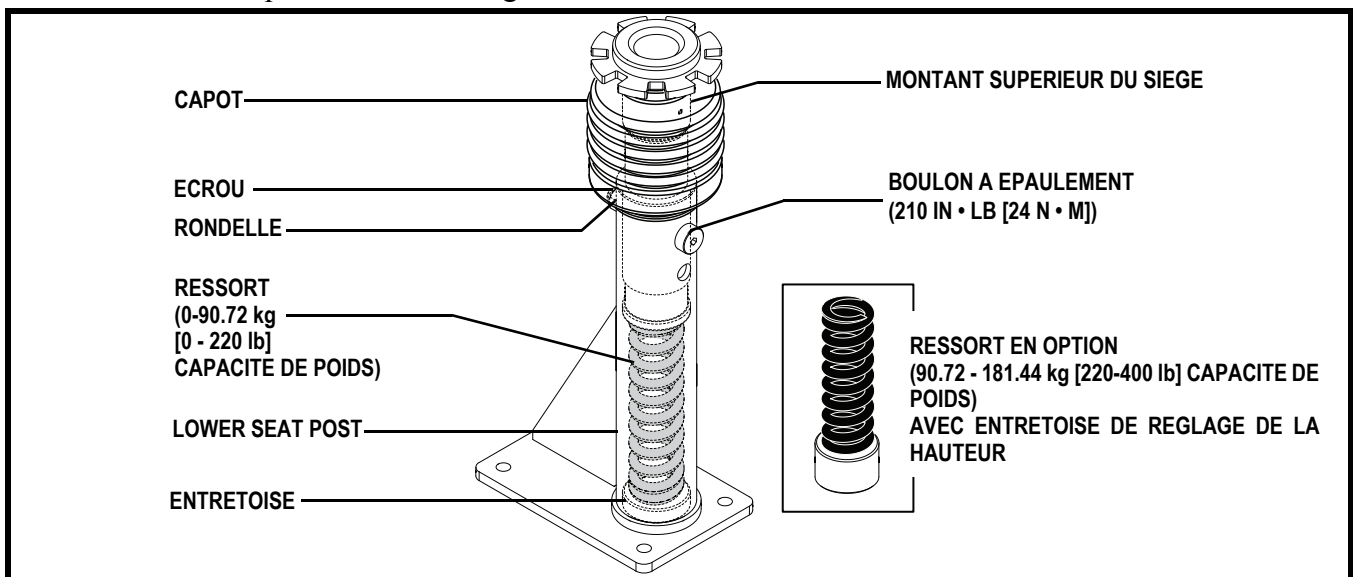

Figure 18. Réglage hauteur du siège - Montant du siège confort
4. Poussez vers le bas le montant du siège tout en desserrant et en enlevant le boulon à épaulement, la rondelle et l'écrou. **Voir la figure 18.**
6. Installez le ressort de confort désiré. **Voir la figure 18.**